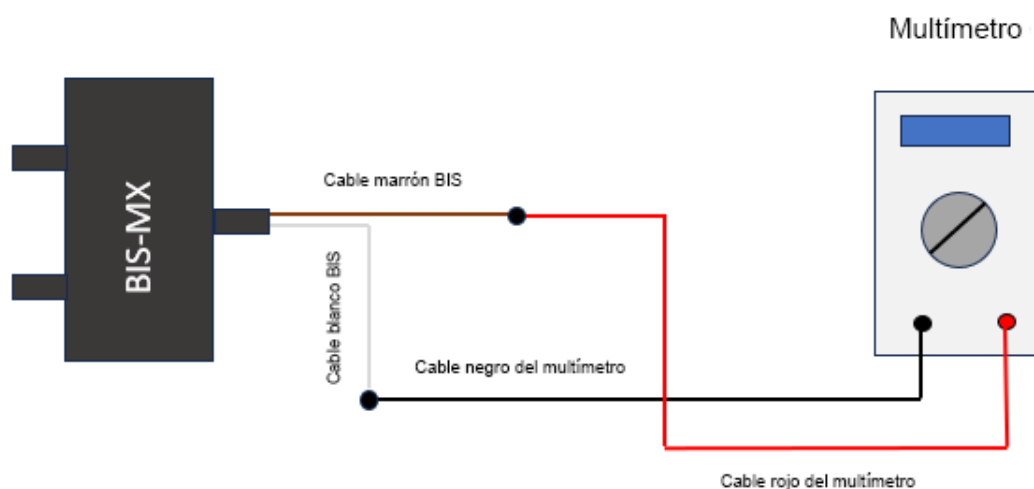

Fig. 3 Diagrama de conexión
2. Monte el circuito de conexión de acuerdo con la «Fig. 3 Diagrama de conexión».